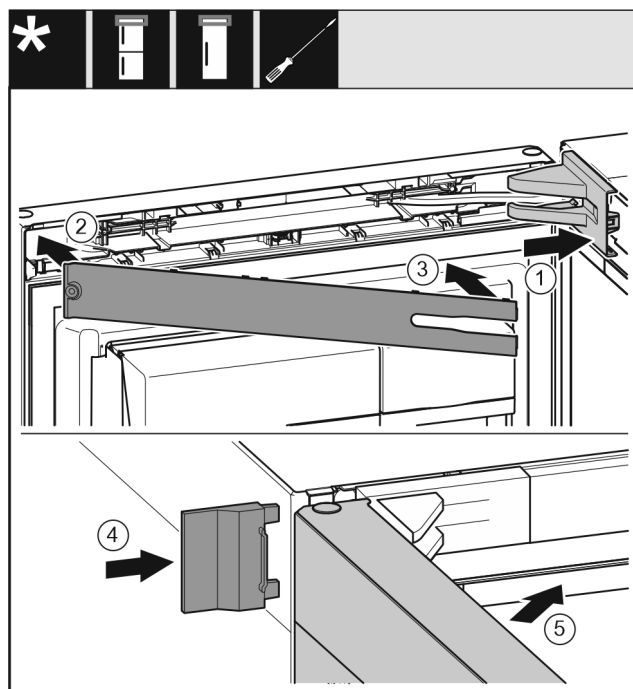

Fig. 62
- ▶ Helyezze fel és pattintsa be a csapágybak fedelét Fig. 62 (1), szükség esetén óvatosan nyomja szét.
- ▶ Helyezze fel a takarólemezt Fig. 62 (2).
- ▶ Fordítsa be és pattintsa be a takarólemezt Fig. 62 (3).
- ▶ Tolja fel a külső fedelet Fig. 62 (4).
- ▶ Csukja be a felső ajtót Fig. 62 (5).